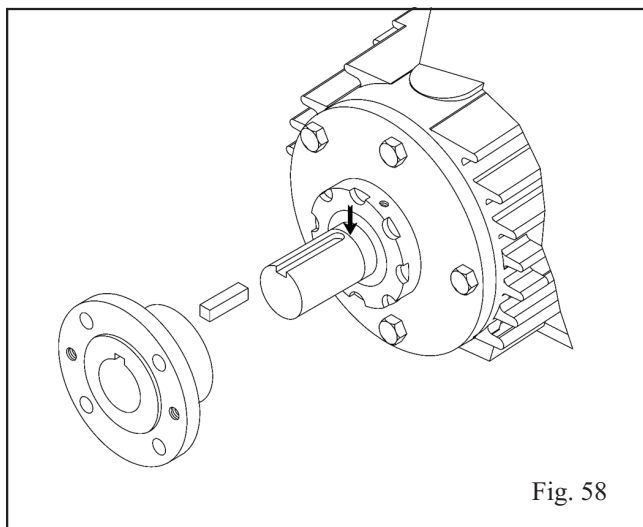

Fig. 58
Instale a chave e o cubo de meio acoplamento da bomba no eixo (122), até o cubo estar alinhado com a marca determinada durante a desmontagem (Fig. 58). Consulte as instruções do fabricante do acoplamento para obter ajuda.